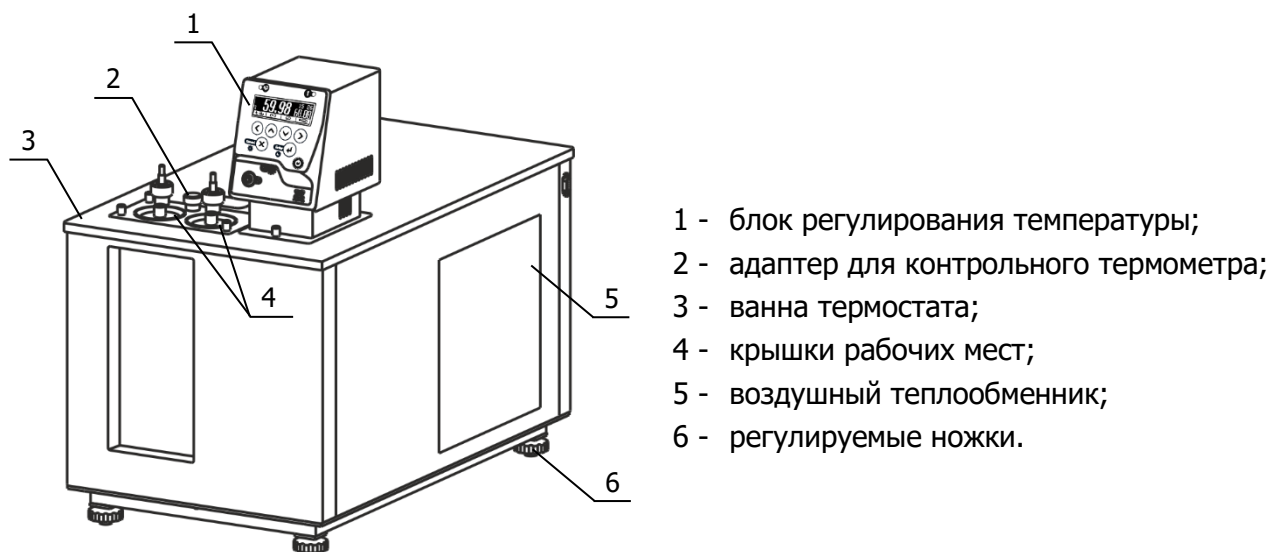

Рисунок 1 — Внешний вид термостатов
2.2.2 Установить ванну термостата на горизонтальную поверхность. Добиться горизонтального положения крышки ванны вращением ножек 6 (рисунок 1).